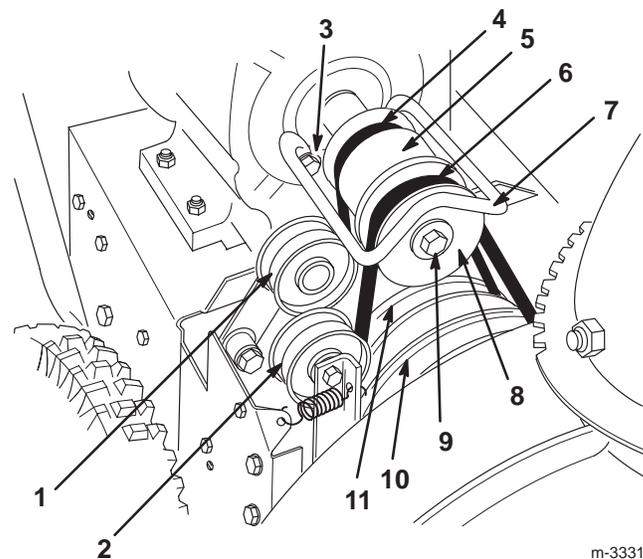

Bild 32
6. Entfernen Sie die beiden Schrauben, Scheiben und Sicherungsscheiben, mit denen die Riemenführung befestigt ist (Bild 32).
7. Entfernen Sie die Motorkurbelwellenschraube, die Sicherungsscheibe und die Scheibe (Bild 32).
8. Lösen und entfernen Sie die Motorantriebsscheibe (Bild 32).
10. Entfernen Sie die Motorriemenscheibe (Bild 32).
11. Entfernen Sie den Fahrtriebsriemen von der Antriebsriemenscheibe und der Motorkurbelwelle (Bild 32).
12. Ziehen Sie die Spannscheibe für den Fahrtrieb nach außen und bringen Sie den neuen Fahrtriebsriemen an (Bild 32).
14. Ziehen Sie die Spannscheibe nach außen und legen Sie den Antriebsriemen für Schnecke/Gebläserad vorne um die Motorscheibe. Achten Sie dabei darauf, dass sich der Riemen an der Innenseite der Spannscheibe befindet (Bild 32).
9. Entfernen Sie den Antriebsriemen für Schnecke/Gebläserad (Bild 32).
10. Ziehen Sie die Spannscheibe nach außen und bringen Sie einen neuen Riemen an der Riemenscheibe der großen Schnecke/des Gebläserads an (Bild 32).
11. Legen Sie den Riemen vorne um die Motorscheibe. Achten Sie dabei darauf, dass sich der Riemen an der Innenseite der Spannscheibe befindet (Bild 32).